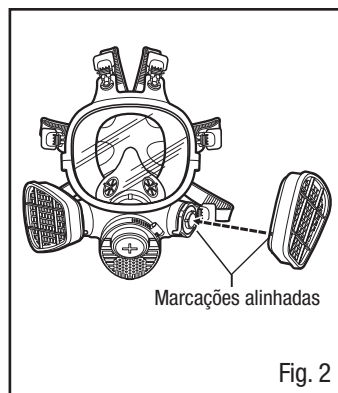

Fig. 2
3. Repita com o segundo cartucho (Fig. 2 e 3).